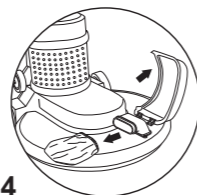

Fig.4
2. Abra el compartimento ubicado en la parte frontal de su brilladora (Fig.4).
2. Open the Burnisher's front compartment (Fig.4).